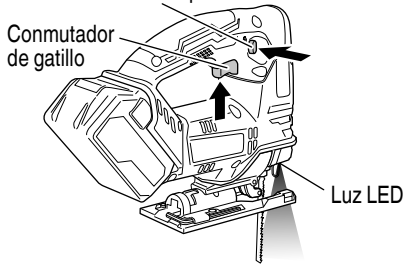

Fig. 19
2. Cómo usar la luz LED (Fig. 19)